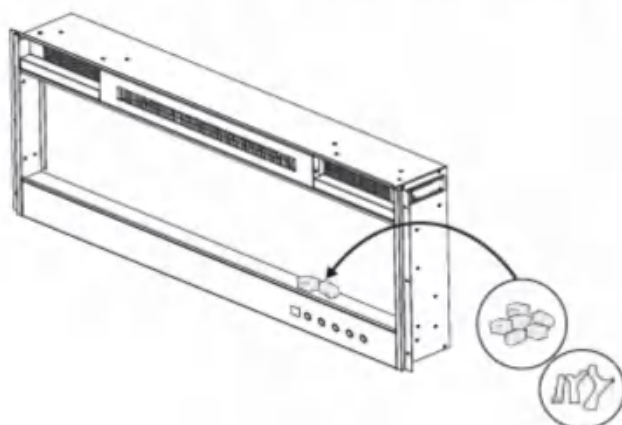

Figure 6
- I. Installez les cristaux décoratifs et les bûches en les plaçant sur le plateau à l'intérieur du foyer. [Figure 6]